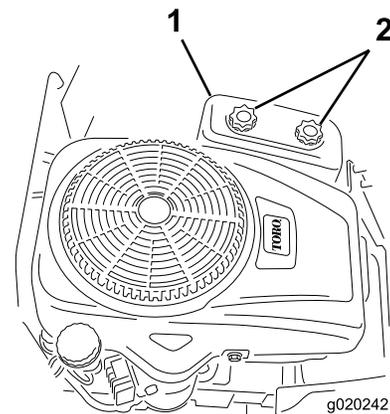

Figura 35
3. Retire la tapa del limpiador de aire desenroscando los 2 pomos (Figura 35).
3. Instale la tapa del limpiador de aire y apriete los 2 pomos (Figura 35).